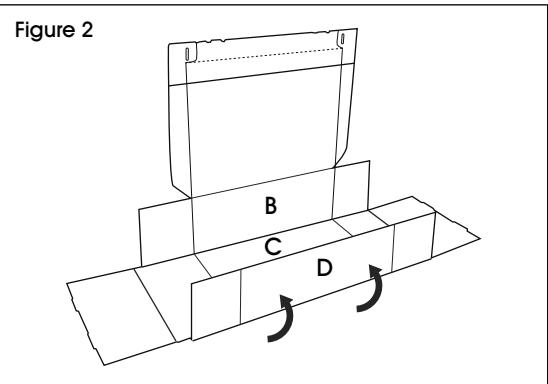

Figure 4
4. Pour former les côtés de la boîte, pliez les extrémités vers le haut, puis repliez les panneaux par-dessus les rabats (A) jusqu'à ce que les languettes s'insèrent dans les fentes situées sur le fond (C). (Voir Figures 4 et 5)